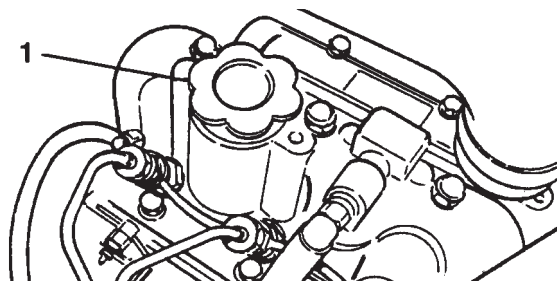

Fig. 2
3. Hvis nivået er lavt må du ta av påfyllingslokket (fig. 2) og fylle på små mengder olje. Undersøk nivået hele tiden til det kommer opp til FULL-merket på peilepinnen.